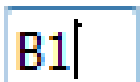

Bild 11.26 Textfeld "Bezeichnung des Bohrprofils"
- Doppelklicken Sie auf Bezeichnung des Bohrprofils. Das entsprechende Textfeld (Bild 11.26) erscheint, um die Bezeichnung des Bohrprofils zu modifizieren